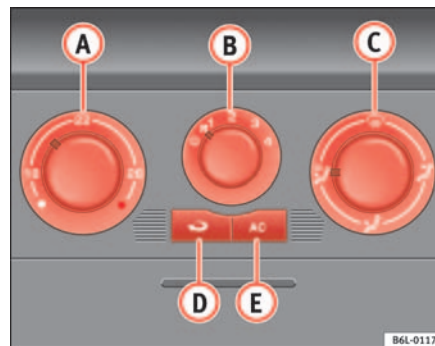

Fig. 90 Mandos del Aire Acondicionado en el tablero de instrumentos
- Desconecte el sistema de refrigeración con la tecla ⇒ fig. 90 (AC) (se apaga el testigo de la tecla).
Con la recirculación de aire en marcha $\Rightarrow$ **página 126, fig. 90**  (se enciende un testigo en la tecla), se evita que los malos olores del exterior, por ejemplo, al atravesar un túnel o en un atasco, penetren en el habitáculo.